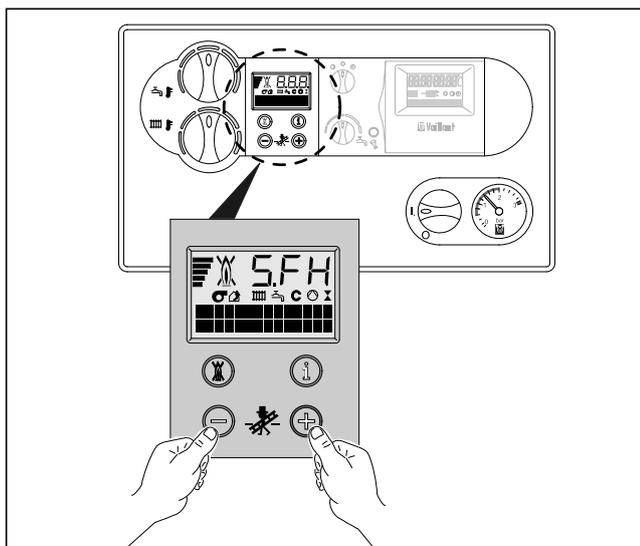

Fig. 3.10 Analisi di combustione (sul sistema DIA)
- Attivare il funzionamento di servizio per spazzacamino, premendo contemporaneamente i tasti "+" e "-" del sistema DIA (fig. 3.10).